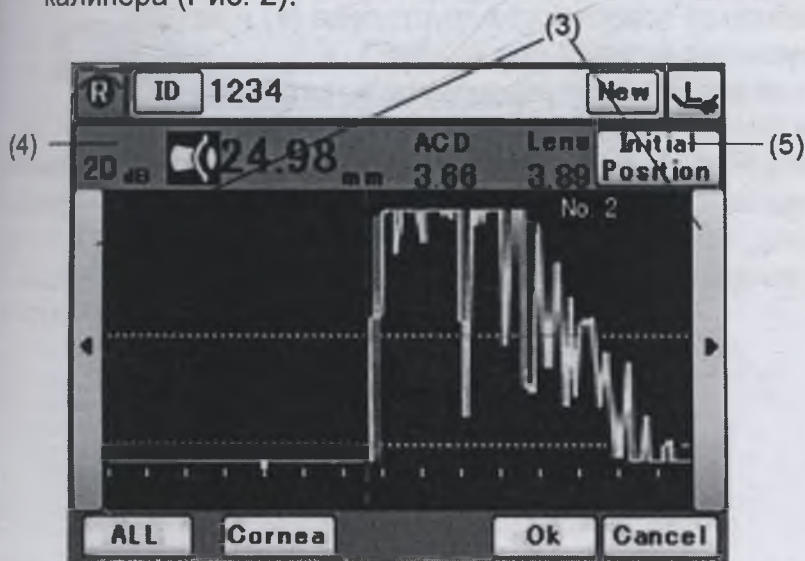

Рис. 2
- В окне редактирования (волна) коснитесь кнопки "Calip" (1), чтобы открыть окно калипера (Рис. 2).